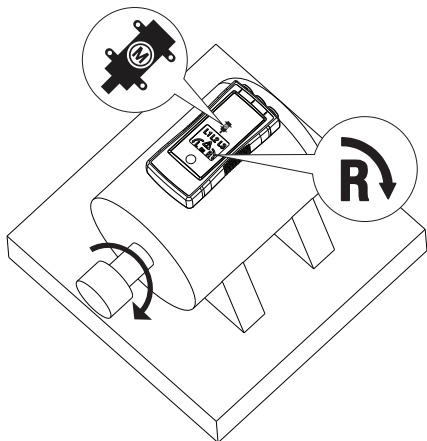

Figura 2: Detecção de rotação de motor sem contacto
2. Coloque o PRM-6 sobre o motor, em paralelo ao comprimento do eixo do motor. O sensor do verificador deve situar-se no centro das bobinagens do motor. O verificador deve encontrar-se o mais próximo possível do motor. Consulte a Figura 2.